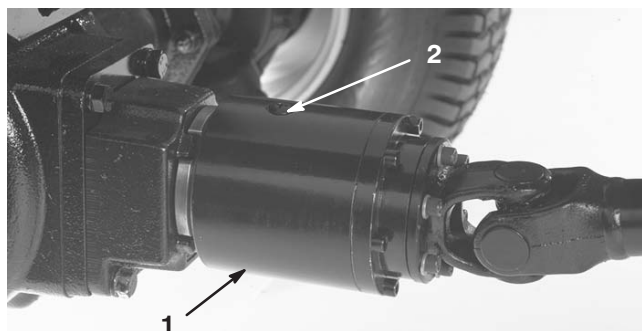

Figure 21
2. Tournez l'embrayage (Fig. 21) pour que le bouchon de contrôle (montré à la position 12 heures) soit placé à la position 4 heures.